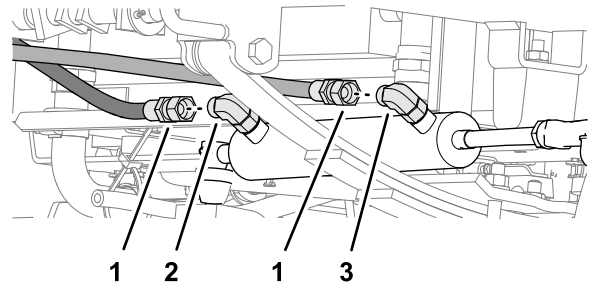

Figura 65
1. Desconecte las mangueras del cilindro de dirección de los acoplamientos de 90° de los orificios de extensión y retracción del cilindro de dirección (Figura 65).